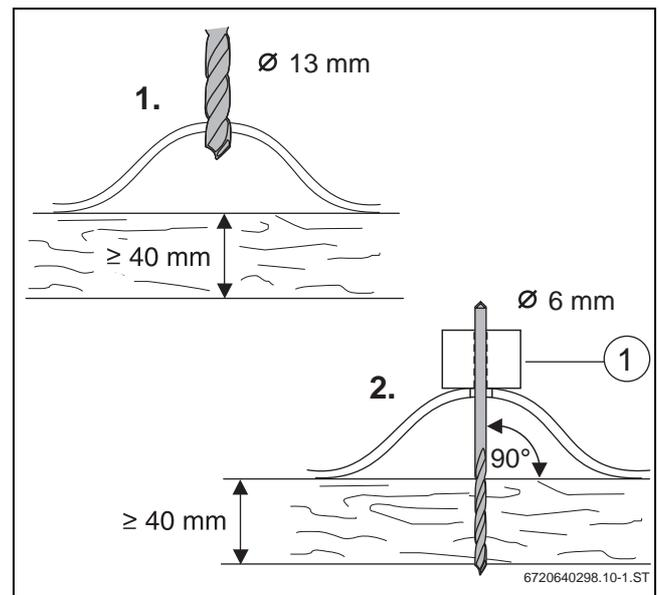

Fig. 35
**i** Para possibilitar uma perfuração vertical exacta, recomendamos um gabarito de perfuração (Fig. 35, [1]).